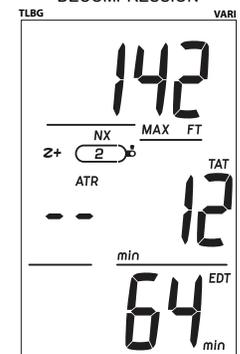

Fig. 64 - ÉCRAN SECONDAIRE DE PALIER DE DÉCOMPRESSION
**ÉCRAN SECONDAIRE DE PALIER DE DÉCOMPRESSION** : paramètres affichés (Fig. 64)